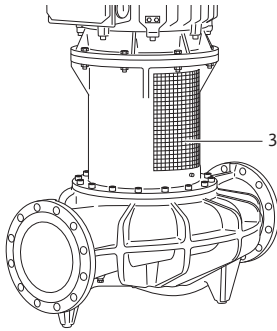

Fig. 42 : Protection d'accouplement monté
- **N'exploiter la pompe qu'avec des plaques de protection d'accouplement montées (fig. 42, Pos. 3) .**